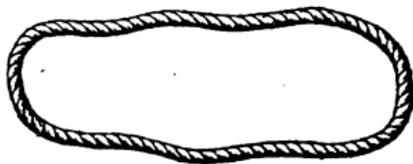

Fig. 188.
**Elingues.** — Corde sans fin (fig. 188) utilisée pour la suspension des objets aux crochets des appareils de manutention.